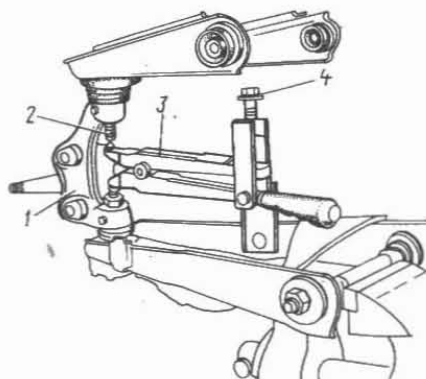

Fig. 4-12. Desacoplamiento del brazo superior:
- desenrosque la tuerca de sujeción de la rótula superior, coloque el dispositivo 67.7801.9513 (A.47042) (fig. 4-12) entre las rótulas y, enroscando el tornillo del extractor, extraiga la rótula superior de la mangueta;